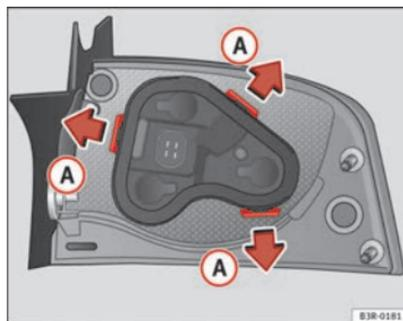

Fig. 208 Linguetas de fixação na parte posterior da unidade de luz traseira
- Desbloqueie as linguetas de fixação ⇒ Fig. 208 A.